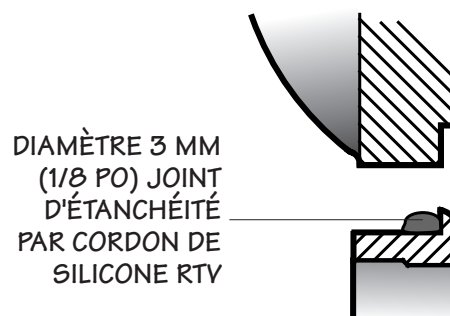

Figure 5 Joint d'étanchéité de la bride du chapeau du roulement inférieur
1. Appuyez sur le moyeu de la couronne de train planétaire (8) et sur les cônes de roulement supérieur et inférieur (411 et 412) sur l'axe du ventilateur (201). Installez la couronne de train planétaire (101) sur le moyeu de la couronne de train planétaire et serrez les vis à 123 N m (90 ft-lb).
2. Installez la coupelle de roulement supérieure de l'axe du ventilateur (412) et l'arrêtoir de roulement sans cales.
3. Retournez le carter du Geareducer et installez l'assemblage de l'axe du ventilateur en plaçant le cône de roulement supérieur de l'arbre du ventilateur dans sa coupelle. Installez la coupelles de roulements inférieure (411).
4. Installez le chapeau du carter inférieur à l'aide d'un joint d'étanchéité comme illustré à la Figure 5 et serrez les vis à tête six pans à 34 N m (25 ft-lb). Utiliser l'ancien jeu de cales ou fabriquez un jeu de cales d'épaisseur équivalente (420) puis installez le chapeau de l'arrêtoir de roulement inférieur. N'installez pas pour l'instant le joint torique de l'arrêtoir de roulement inférieur. Serrez la vis à tête six pans à 34 N m (25 ft-lb).